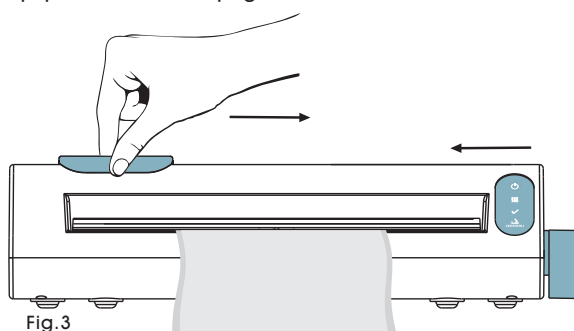

Fig. 3
- 4► **Antes de levantar la palanca de sellado**, corte el embalaje deslizando el soporte de las láminas de corte de una extremidad a otra y volviéndola a la posición original (Fig. 3).